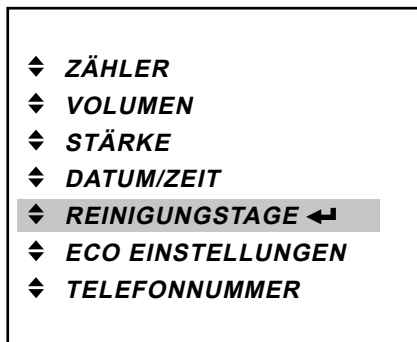

Abb. 37
- Drücken Sie die Entertaste ◀ um das Menü «REINIGUNGSTAGE» aufzurufen. (Abb. 37)